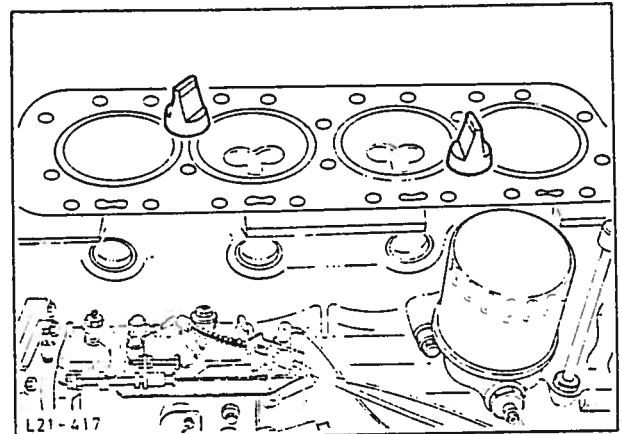
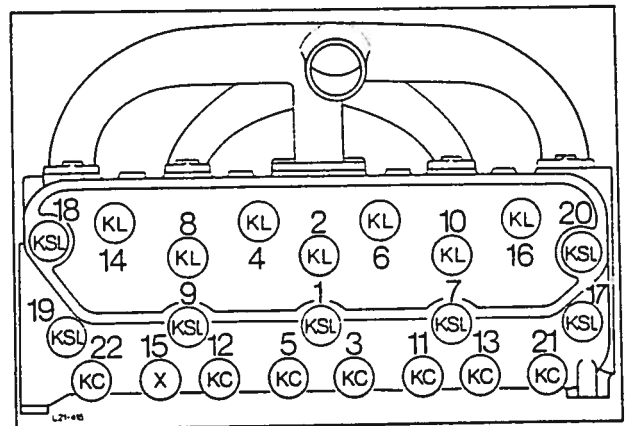

Fig. 110 Fest sylinderringene med spesialverktøy 21-088.
Fig. 111 Tiltrekkingsrekkefølge for topploksbolter.
12. Skru ut topploksboltene (22). Løsne topplokket i motsatt rekkefølge i forhold til tiltrekkingen (tiltrekkingsrekkefølge, se fig. 111). Løft av topplokket komplett med innsugning- og eksosmanifold. Ta vekk toppakningen og fest deretter sylinderringene med spesialverktøy 21-088, fig. 110.
Trekk til topploksboltene i tre trinn (se tekniske data) ved bruk av spesialverktøy 21-087. Trekk til som vist i fig. 111 og med angitt moment.